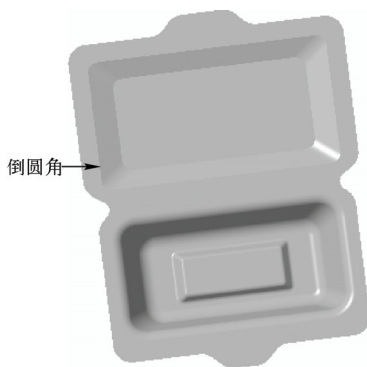

图 16-39 创建圆角特征五
STEP 21 使用“圆角”命令，设置圆角半径为“15”，进行圆角操作，创建圆角特征，效果如图 16-39 所示。